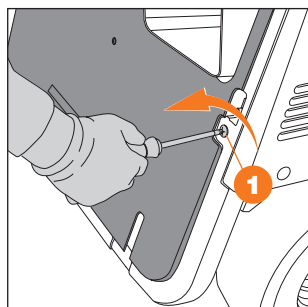

Рис. 10
- Снимите защитный щиток, для этого открутите крепежные болты **1** (Рис. 10).